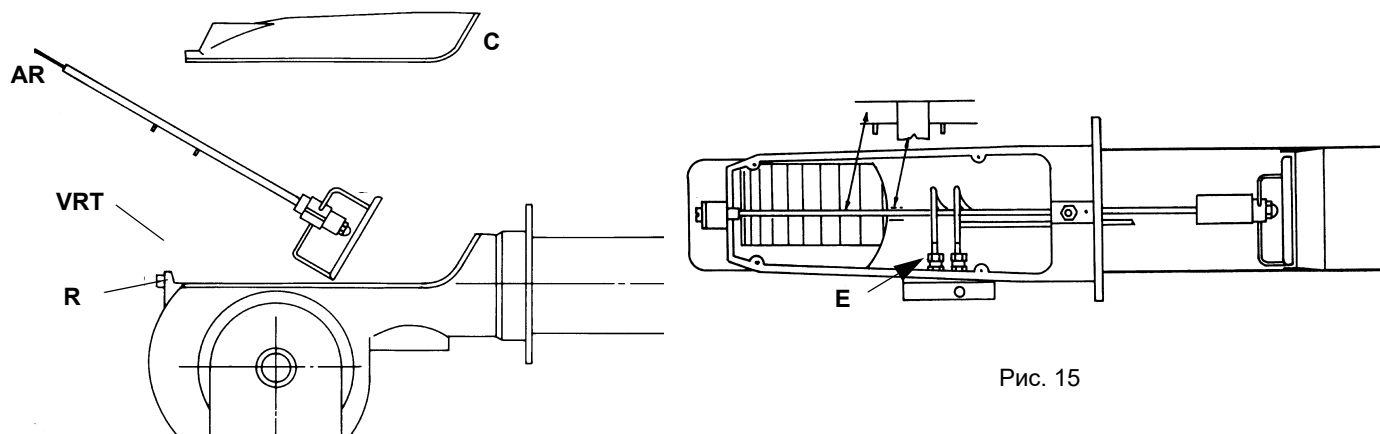
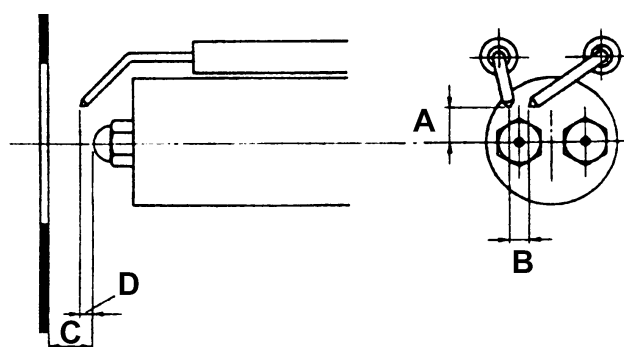

Рис. 15
Рис. 16
- Разобрать, проверить и почистить головку сгорания (см. Рис. 15), при повторном монтаже тщательно соблюсти все размеры, указанные (см. Рис. 16).
В целях обеспечения хорошего процесса горения, необходимо, чтобы были выдержаны размеры, указанные в Рис. 16.
- 5) вынуть электрод и заменить его, выдерживая размеры, указанные на Рис. 16.